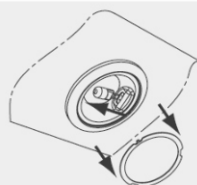

Рис.11
1. Снимите крышку лампы (рис. 11).